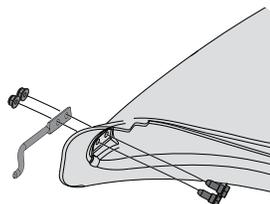

Figura 15
- Desde el interior de la bota, coloque los dos tornillos de cabeza hexagonal (738-1225) a través de los orificios en la parte inferior delantera de la bota. Consulte la Figura 15.
- Coloque la varilla de montaje (747-06309) en su lugar sobre los tornillos de cabeza hexagonal. Asegúrese de que la punta de la varilla esté hacia afuera desde la bota. Consulte la Figura 15.
- Comience a enroscar las tuercas de seguridad de la brida (712-04064) en los tornillos de cabeza hexagonal. Consulte la Figura 15.